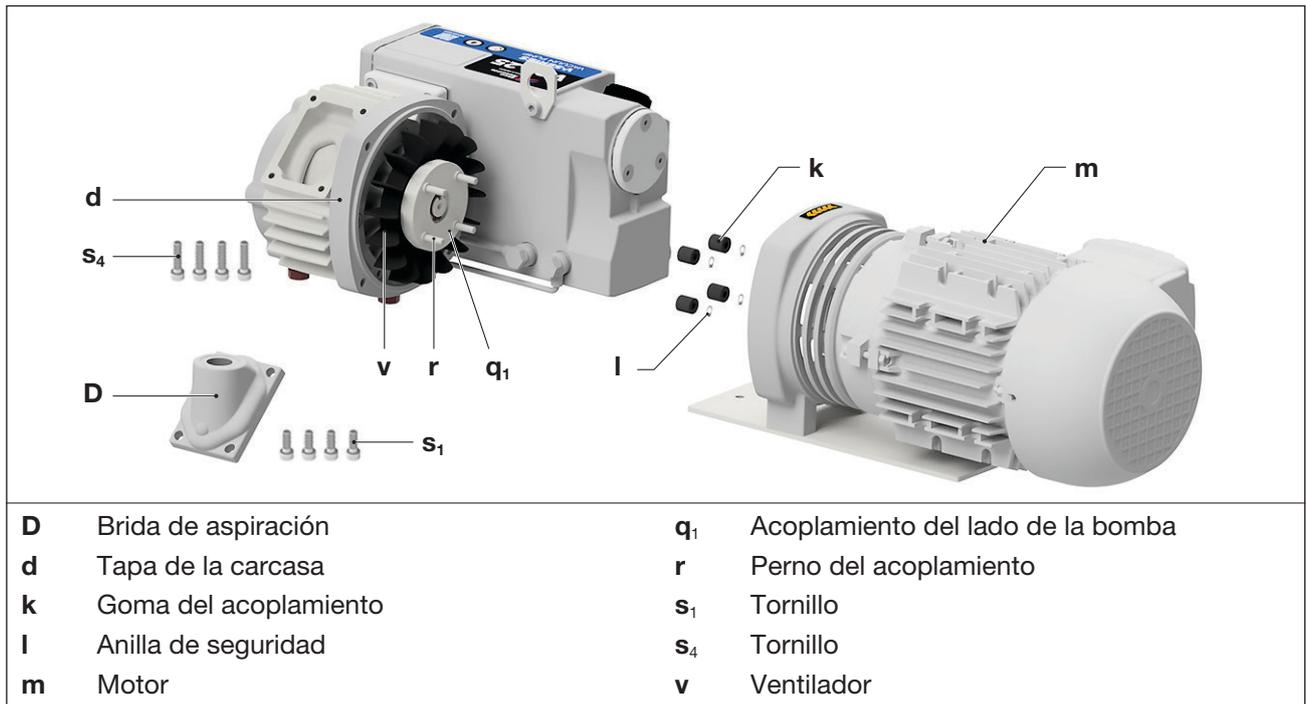

Fig. 8 Acoplamiento
Las gomas del acoplamiento (Fig. 8/k) están sujetas a desgaste y deben comprobarse periódicamente (al menos 1 vez al año). Si las gomas del acoplamiento están desgastadas, se producirá un ruido de golpeteo durante el arranque de la bomba.
- Aflojar los tornillos (Fig. 8/s1) de la brida de aspiración (Fig. 8/D) y retirar la brida de aspiración de la bomba.
- Afloje los tornillos (Fig. 8/s4) de la tapa de la carcasa (Fig. 8/n).
- Extraiga axialmente la máquina con el acoplamiento del lado de la bomba (Fig. 8/q1) y ventilador (Fig. 8/v) del motor (Fig. 8/m).
- Compruebe las gomas de acoplamiento (Fig. 8/k) en busca de daños y desgaste y, dado el caso, cámbielas. Para ello, retirar los anillos de seguridad (Fig. 8/l) y las gomas de acoplamiento desgastadas (Fig. 8/k) de los pernos de acoplamiento (Fig. 8/r) y deslizar las nuevas gomas de acoplamiento con los anillos de seguridad sobre los pernos de acoplamiento.
- Vuelva a montar la bomba con la mitad de acoplamiento del lado de la bomba y el ventilador en el motor y fíjela con los cuatro tornillos (Fig. 8/s4). Par de apriete: 10 Nm
- Vuelva a colocar la brida de aspiración en la carcasa y fíjela con los cuatro tornillos (Fig. 8/s1). Par de apriete: 10 Nm Recomendamos limpiar el filtro colador antes de montar la brida de aspiración. Véase el capítulo 7.5